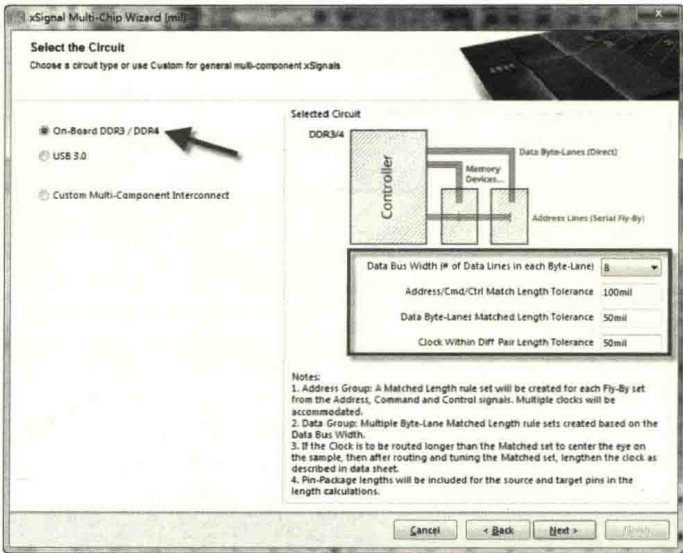

图 9-126 选择应用单元及误差填写
(2) 进入如图 9-126 所示的“Select the Circuit”界面，选择创建 xSignals 的应用单元，此处提供 3 种选择。
(3) 单击图 9-126 中的“Next”按钮，进入如图 9-127 所示的界面，通过元件过滤功能，选择需要创建的第一个元件“U7”，即主控 CPU，然后选择预知关联的第一片 DDR“U14”，这之后单击“Next”按钮。